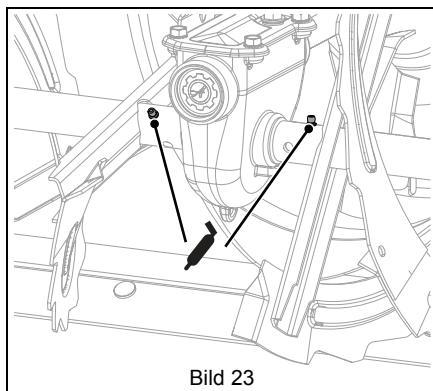

Bild 23
2. Tryck in fett i smörjniplarna. Se Bild 23.